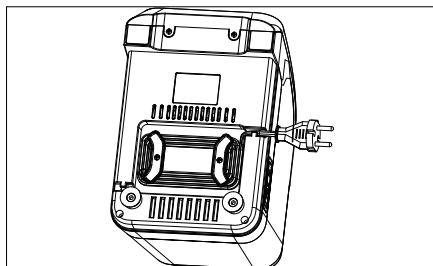

Fig. 22
- ▶ Enroulez le câble sur l'enrouleur de câble (6) comme indiqué à la figure 22 sur le dessus de l'appareil et passez l'extrémité du câble dans le passe-câble latéral (5).